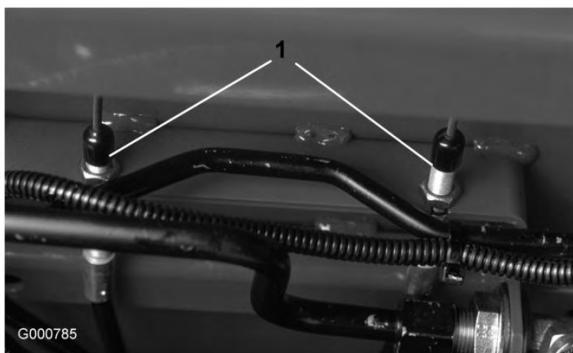

図 62
2. ブレーキの踏みしろの遊びを減らすには、まず、ブレーキ・ケーブル（図 62）の端にある前ナットをゆるめる。次に、後ろナットを締めてケーブルを後ろへ引く。行きしろが 13 mm～25 mm になるように調整する。調整ができたら前ナットを締める。